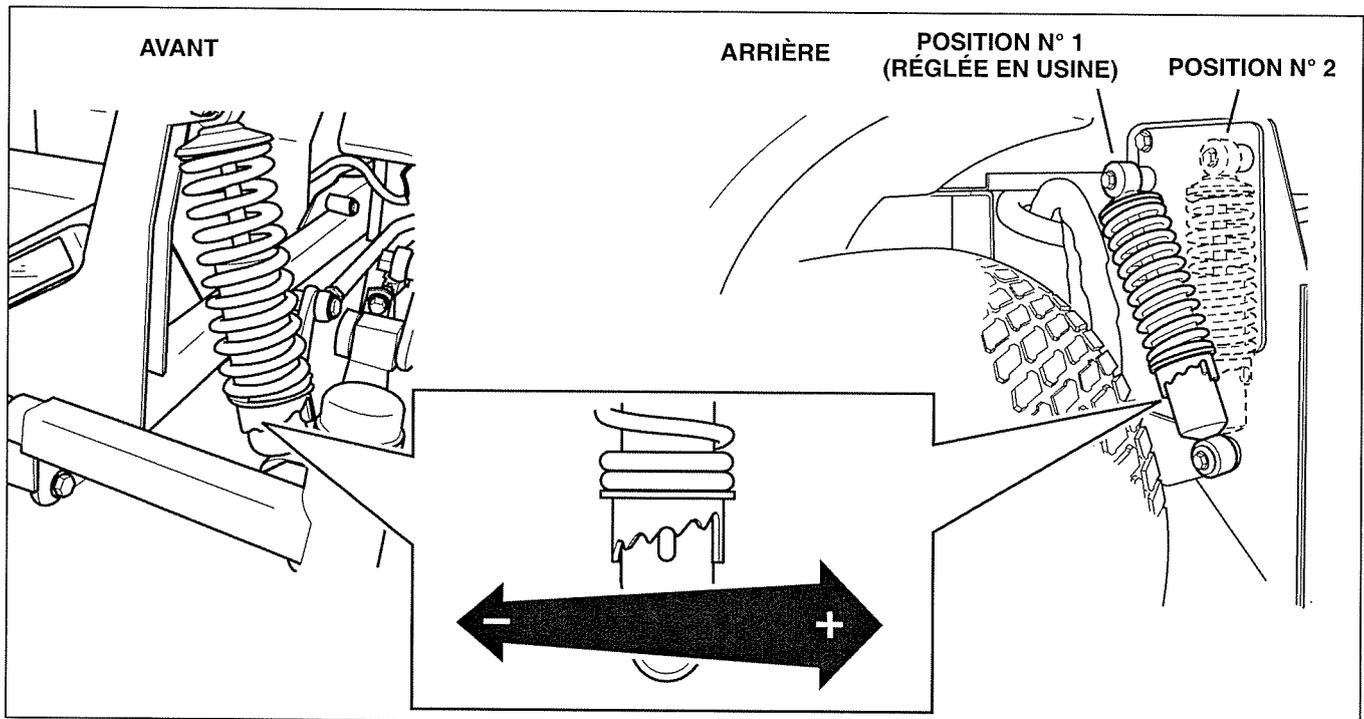

Figure 46. Réglage de la suspension
2. Voir figure 46. À l'aide de la clé anglaise fournie (réf. 5022853), insérer la pointe de la clé dans le cran de l'ajusteur de précharge. Tout en tenant la clé des deux mains, tourner **DANS LE SENS DES AIGUILLES D'UNE MONTRE** pour diminuer la précharge, tourner **DANS LE SENS CONTRAIRE DES AIGUILLES D'UNE MONTRE** pour augmenter la précharge. S'assurer que pour chaque paire d'amortisseurs, la droite et la gauche sont réglées à la même précharge.